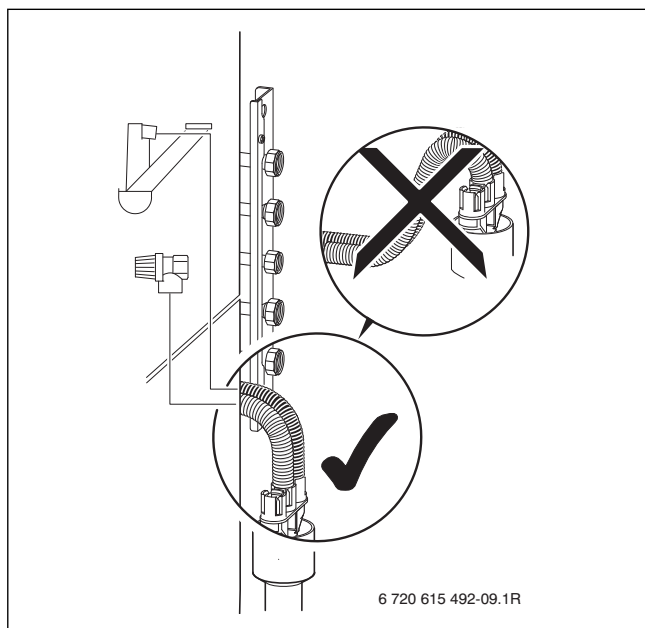

Fig. 34
- Collegare il tubo flessibile della valvola di sicurezza all'imbuto con sifone di scarico (→ fig. 34, pag. 39).